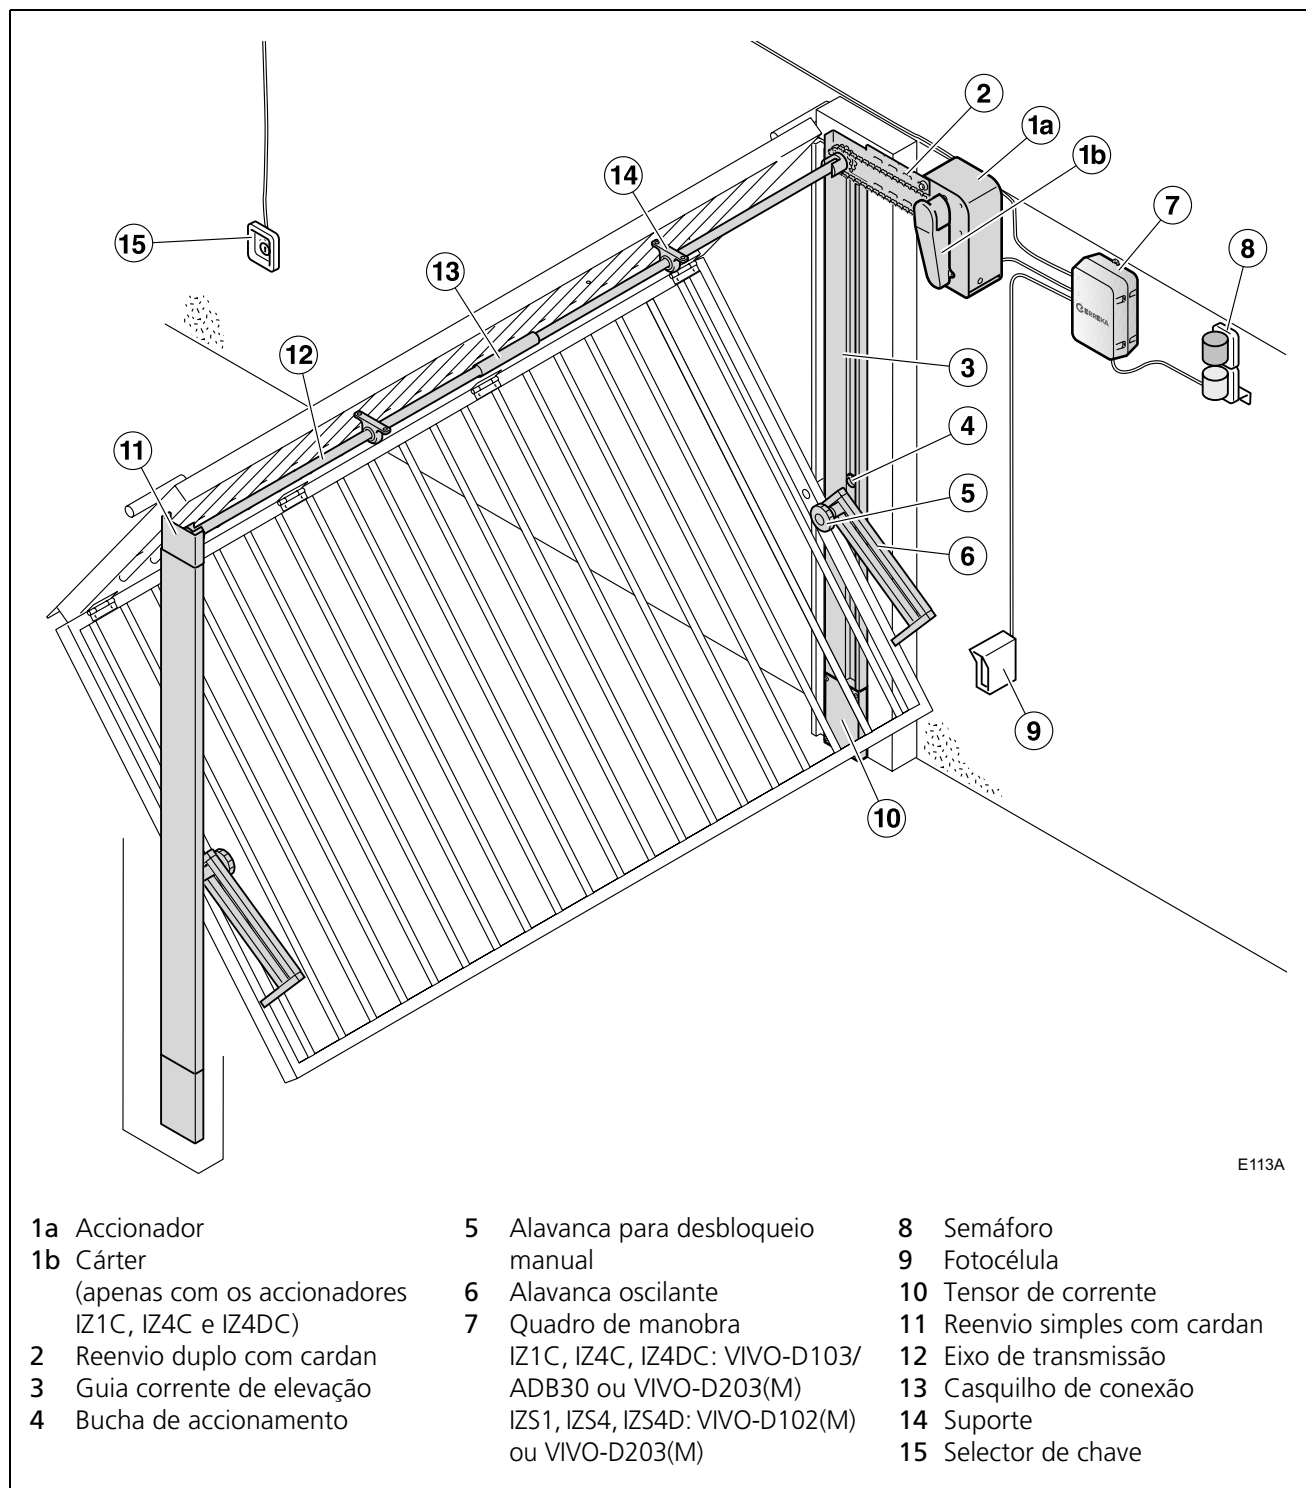
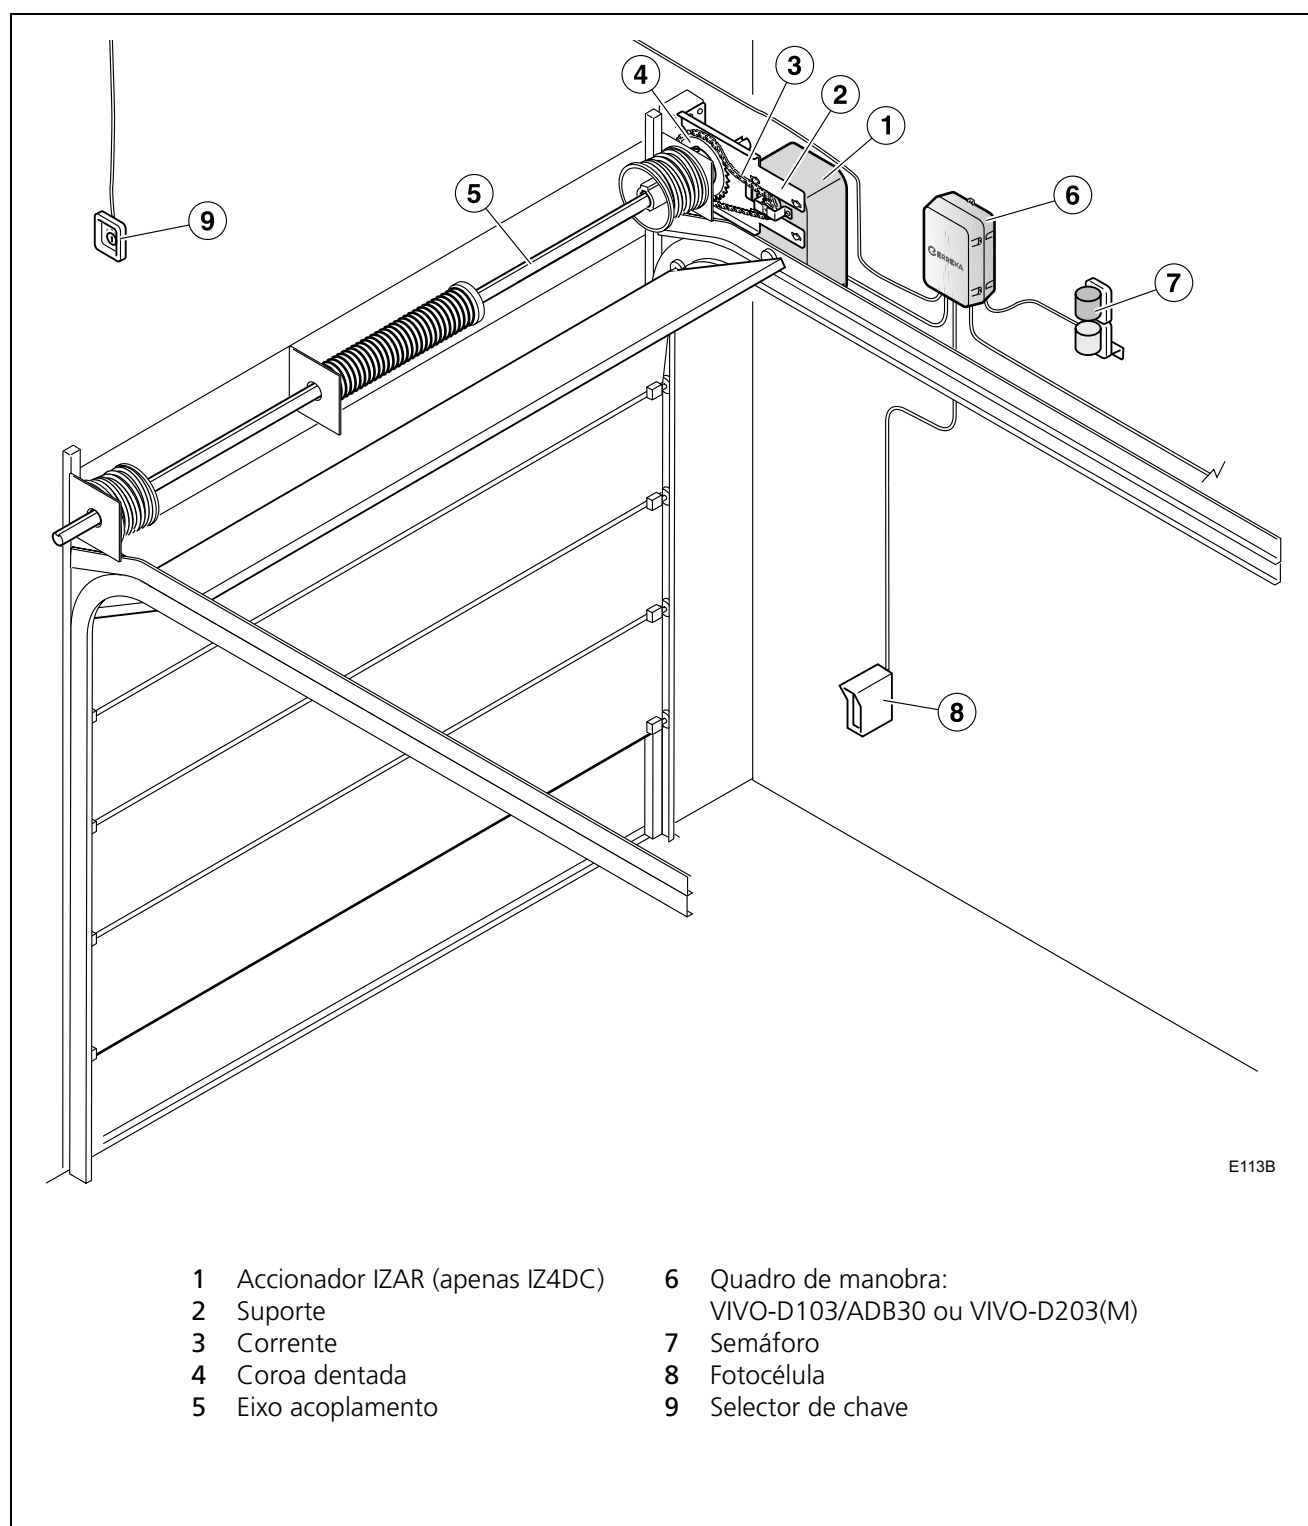

Fig. 1 Elementos da instalação completa (porta basculante)
Fig. 2 Elementos da instalação completa (porta seccional)
- ℹ Para mais informações, ver "Fig. 1 Elementos da instalação completa (porta basculante)" na página 64 e "Fig. 2 Elementos da instalação completa (porta seccional)" na página 65.
- 2 Verifique se o conteúdo do pacote está completo. Deve incluir o accionador (1a) e, nos accionadores IZ1C, IZ4C e IZ4DC, o cárter (1b) (ver “Fig. 1 Elementos da instalação completa (porta basculante)” na página 64). Os restantes elementos são fornecidos separadamente.